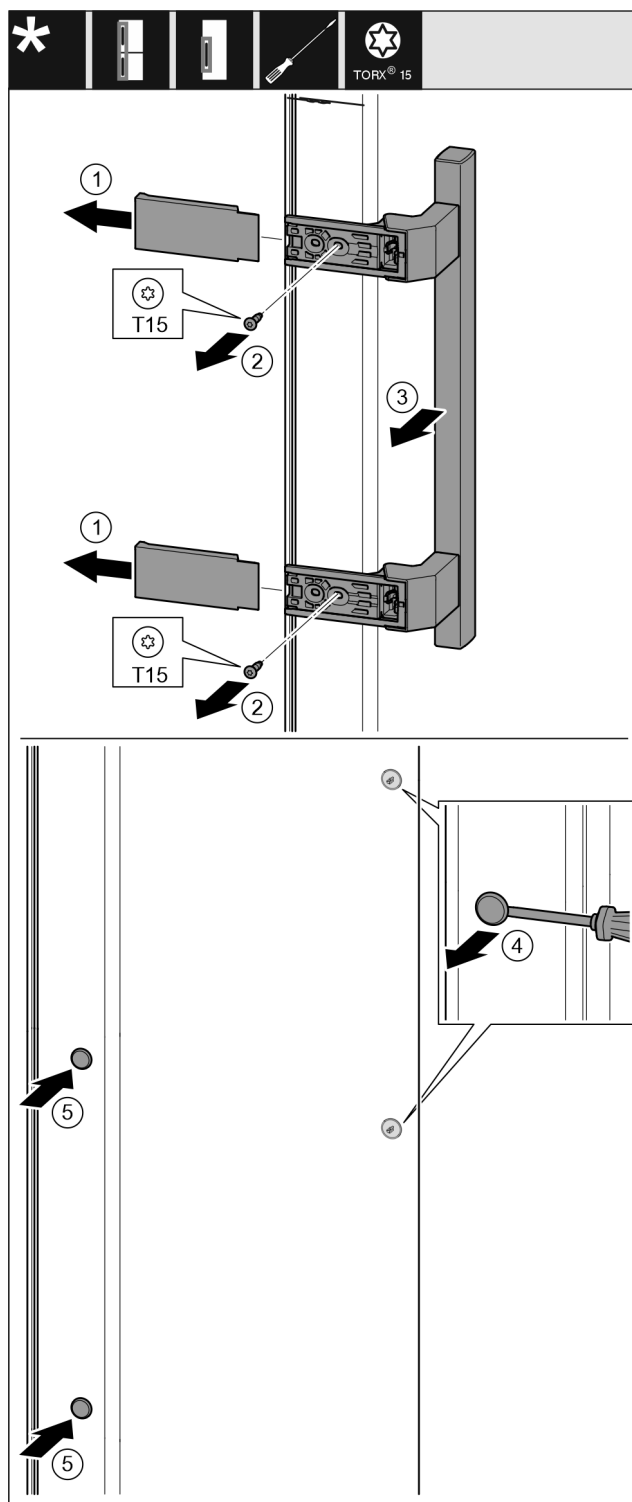

Fig. 17
- ▶ Skinite pokrov. Fig. 17 (1)
- ▶ Odvijačem T15 odvijte vijke. Fig. 17 (2)
- ▶ Skinite ručicu. Fig. 17 (3)
- ▶ Ravnim odvijačem oprezno podignite bočni čep i izvucite ga. Fig. 17 (4)
- ▶ Ponovo umetnite čep na drugoj strani. Fig. 17 (5)